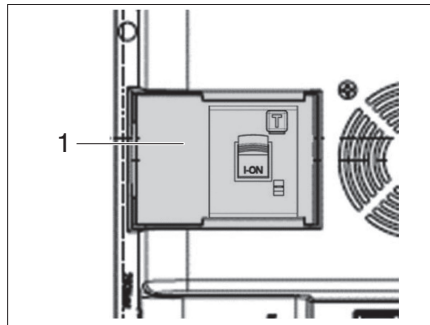

Figure 56 Disjoncteur combiné 230 Volts
Le courant de bord de 230 Volts (raccordement extérieur) est équipé d'un disjoncteur combiné (Figure 56, 1) installé sur l'E-Box. Celui-ci comprend un dispositif de protection contre les courants de défaut (FI) et la protection des lignes. Le disjoncteur combiné réagit en cas de court-circuit, de courant de défaut et de surcharge dans le réseau de ligne.